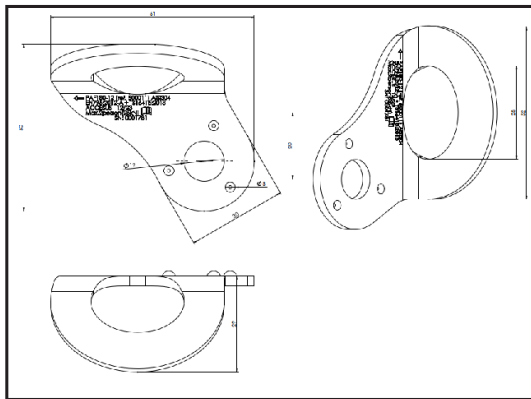

Fig. 1
- Medidas generales: ver Fig.1